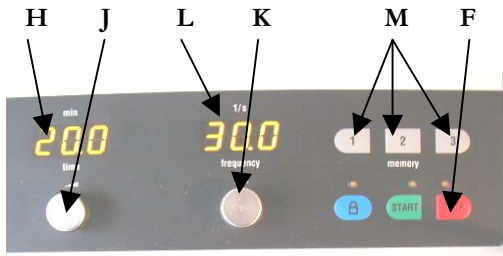

Abb.4
Die MM 301 verfügt über drei Memorytasten **M**, mit denen man Parameter-Kombinationen von Zeit und Frequenz speichern kann. **Abb.4**
- Die entsprechende Memorytaste **M**, **Abb. 4**, kurz drücken